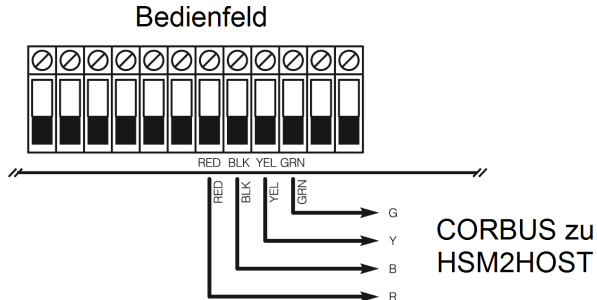

Abbildung: 1 Anschlussdiagramm
1. Bei ausgeschalteter Alarmzentrale schließen Sie den HSM2HOST am vieradrigen Corbus der Alarmzentrale gemäß Abbildung 1 an.